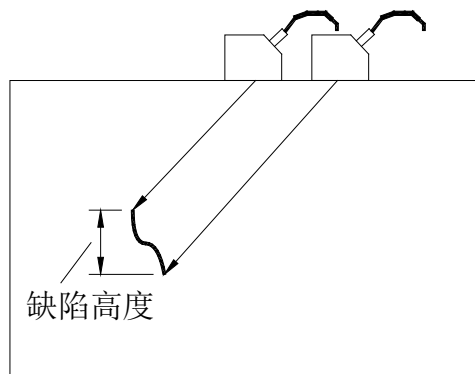

图 5.1
- b 在试件上移动探头，如图 5.1，找到裂纹上端端点回波，单击“确认”键，根据屏幕下方提示用闸门套住缺陷波，单击“确认”键，此时“端点 A”子菜单显示上端点深度；